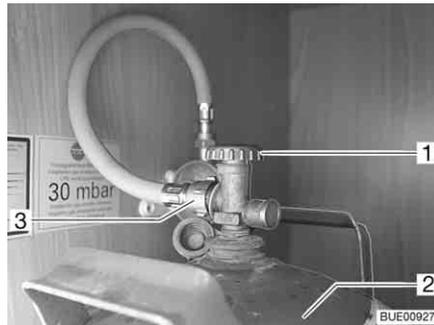

Bild 158 Gaskasten
- Haupt-Absperrventil (Bild 158,1) an Gasflasche (Bild 158,2) schließen. Pfeilrichtung beachten.
- Gasschlauch (Bild 158,3) von Gasflasche abschrauben.